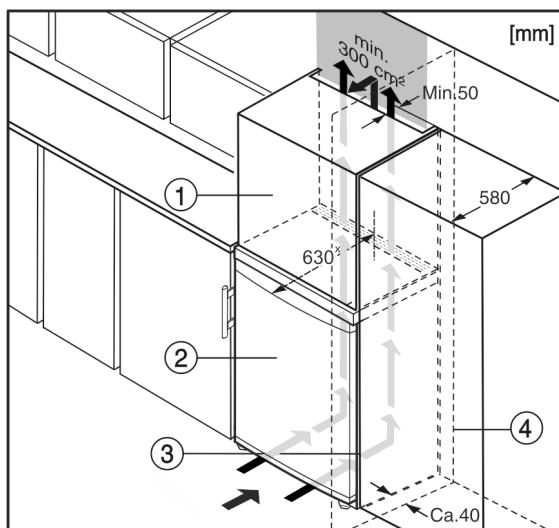

Fig. 6
Přístroj lze zabudovat do kuchyňských skříní. K vyrovnání přístroje Fig. 6 (2) na výšku kuchyňské linky lze na přístroj nasadit nástavec Fig. 6 (1).
Při montáži do kuchyňských skříní (hloubka max. 580 mm) lze přístroj instalovat hned vedle kuchyňské skříně Fig. 6 (3). Přístroj přesahuje přední stěnu kuchyňské skříně na stranách o 34 mm a uprostřed o 50 mm \*.
Když se přístroj instaluje závesy vedle stěny Fig. 6 (4), musí být vzdálenost přístroje od stěny alespoň 40 mm. To odpovídá přesahu madla při otevřených dveřích.\*